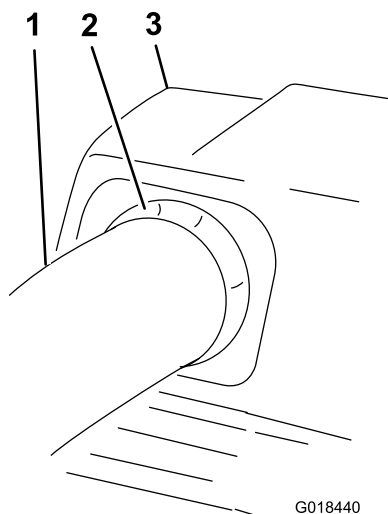

Figure 21
10. Tirez légèrement le tube supérieur de sorte que le joint dépasse vers l'extérieur et par-dessus le tube inférieur (Figure 21).
19. Tirez légèrement le tube supérieur de sorte que le joint dépasse vers l'extérieur et par-dessus le ventilateur (Figure 21).